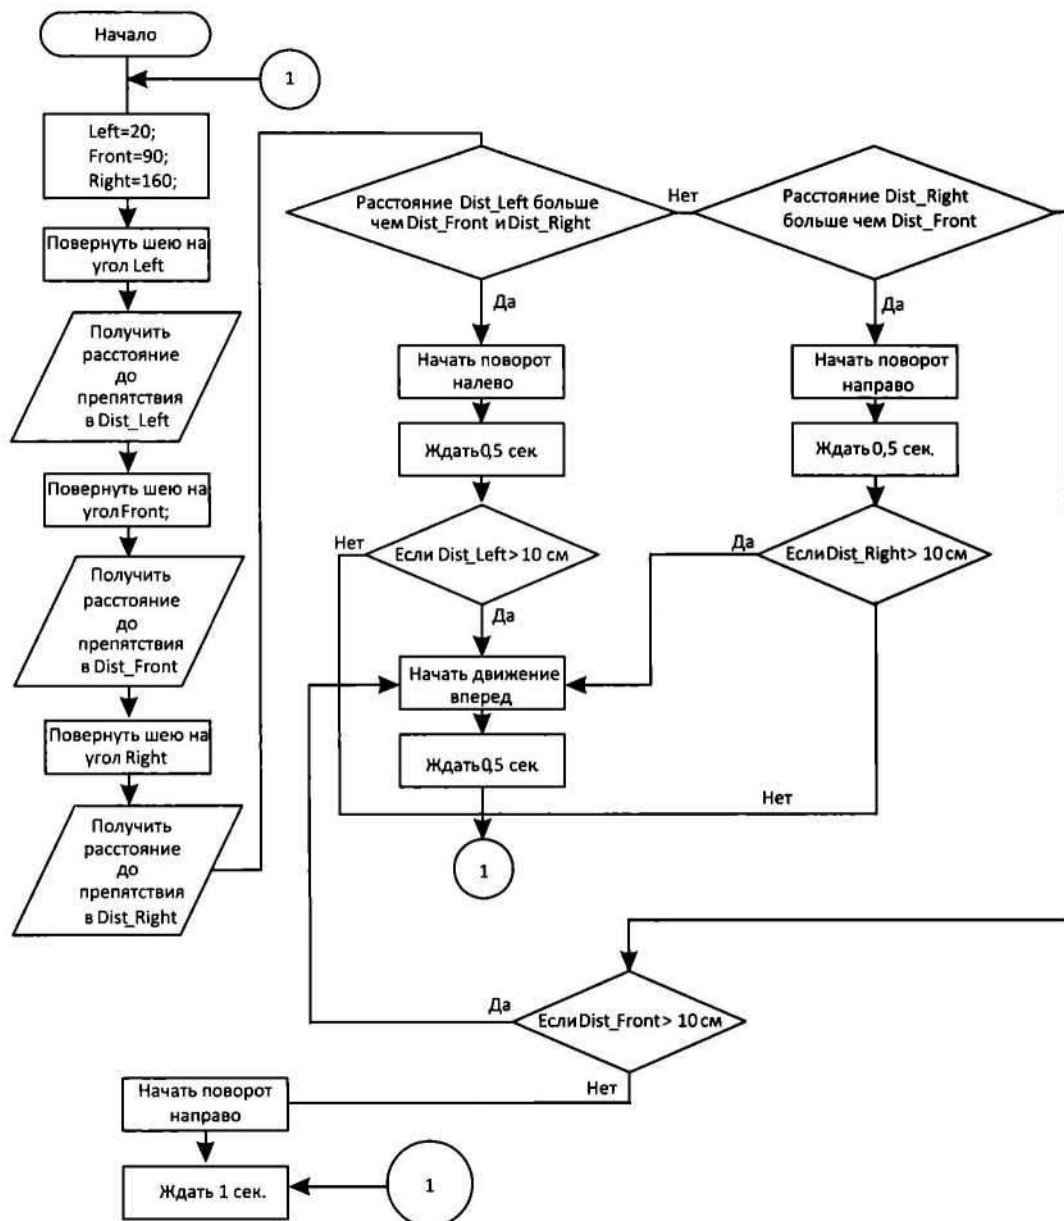

Рис. 11.1. Алгоритм программы обхода препятствий роботом
5) Подробная схема алгоритма приведена на рис. 11.1.
Задание. Реализуйте программно алгоритм движения, приведенный на рис. 11.1